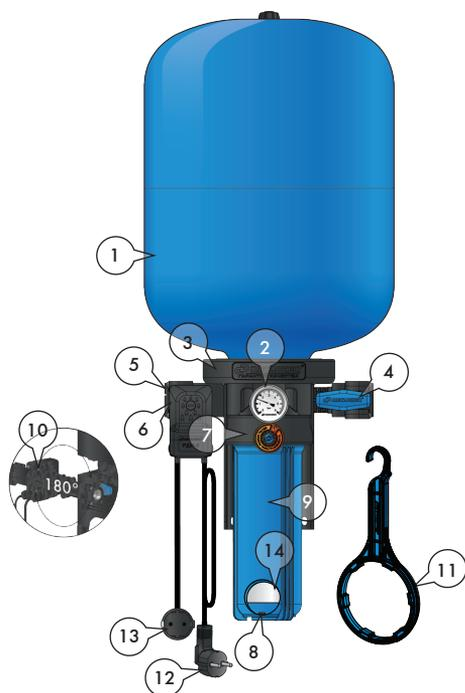

Рисунок 3
КРАБ-Т (рисунок 3) состоит из корпуса (3) с местом для крепления гидроаккумулятора (1) и колбы (9) размером SLIMLINE 10". В КРАБ-Т 100 идет колба размером BIG BLUE 20". На корпусе установлен манометр (2), реле давления РДМ-5 (6), календарь (7) для отслеживания даты замены фильтрующего элемента и съемный коллектор (10) который позволяет подключить входную магистраль с удобной стороны. Коллектор оснащен входным резьбовым патрубком 1" с встроенным обратным клапаном (5) и выходным резьбовым патрубком 1" с шаровым краном (4). Колба